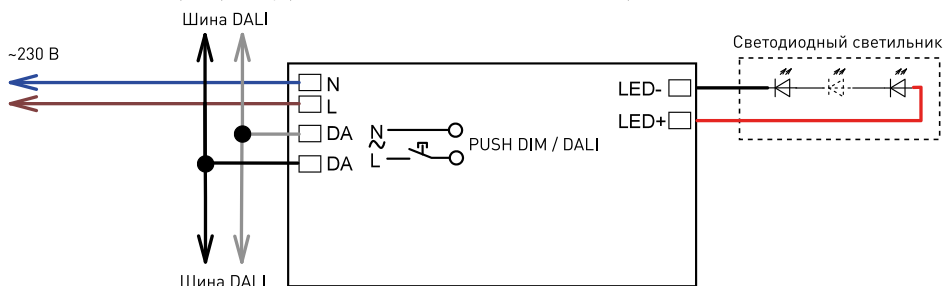

Рис. 1.
- 3.6. Подключите белый и серый провода управления к шине DALI (обозначены как DA), см. рис. 1.